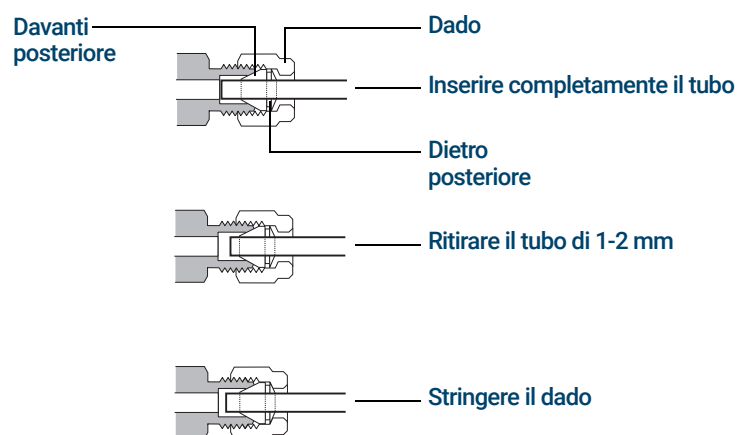

Figura 17. Inserire il tubo
- Inserire completamente il tubo nel tappo, quindi estrarlo di circa 1 o 2 mm, come mostrato nella **Figura 17**.